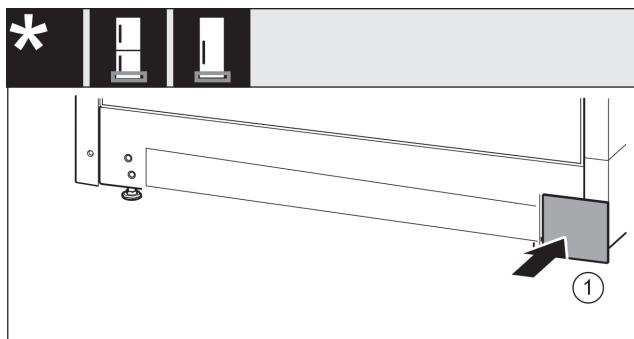

Fig. 17
- ▶ Ponovno nataknite poklopac Fig. 17 (1) na drugu stranu.